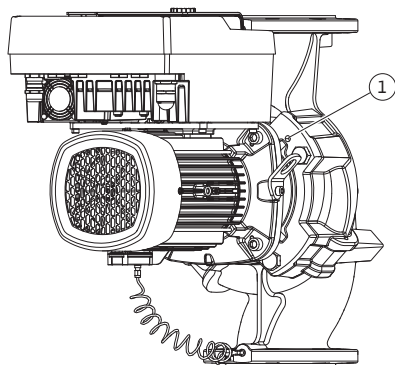

Fig. 103: Pressionar o conjunto de encaixe através dos orifícios roscados
12. Para o modelo da bomba (Fig. III, IV) desapertar os parafusos (pos. 29). Utilizar os dois orifícios roscados que se encontram ao lado (Fig. 103, pos. 1) e utilizar os parafusos adequados disponibilizados no local (por exemplo, M10 x 25 mm). Retirar o conjunto de encaixe do corpo da bomba.